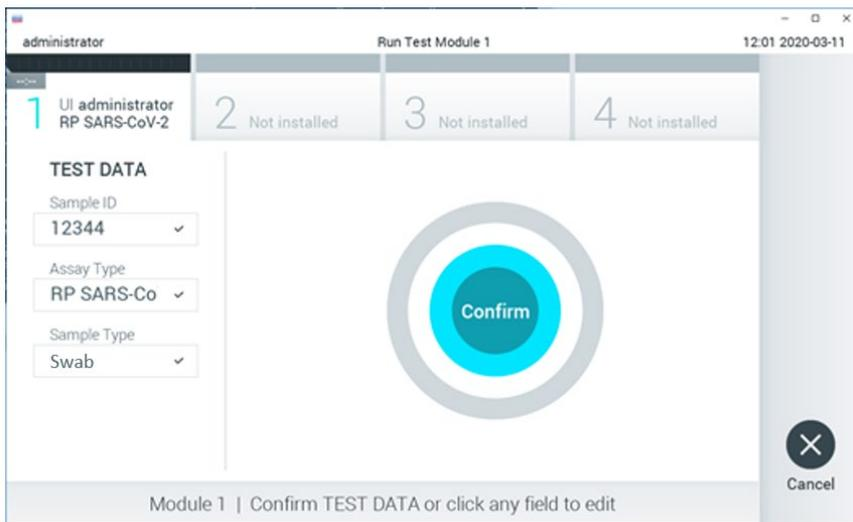

Abbildung 14. Bestätigen der Dateneingabe.
10. Drücken Sie auf Confirm (Bestätigen), wenn alle angezeigten Daten korrekt sind. Wählen Sie bei Bedarf das entsprechende Feld, um den Inhalt zu bearbeiten, oder drücken Sie auf Cancel (Abbrechen), um den Test abzubrechen (Abbildung 14).